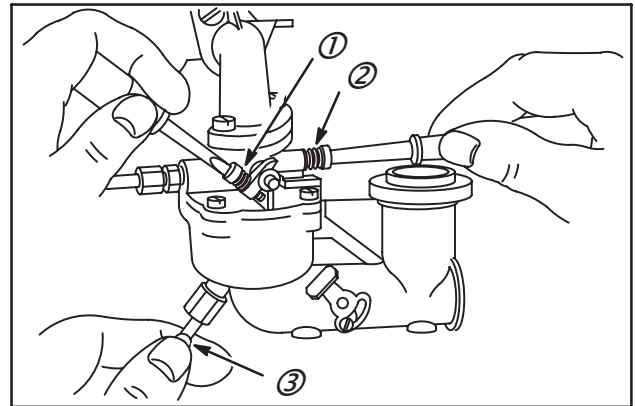

Fig. 148
3. Serrer la vis de richesse du gicleur principal (3) jusqu'à ce que le régime baisse (mélange pauvre).
7. Ajuster la vis de ralenti (1) pour avoir un régime de 1750 Tr / mn, moteurs en aluminium ; 1200 Tr / mn, moteurs en fonte, Fig. 148.
8. Tout en maintenant le levier d'accélération contre la butée de ralenti, tourner la vis de richesse de ralenti (2) dans le sens des aiguilles d'une montre (mélange pauvre) et dans le sens contraire des aiguilles d'une montre (mélange riche).